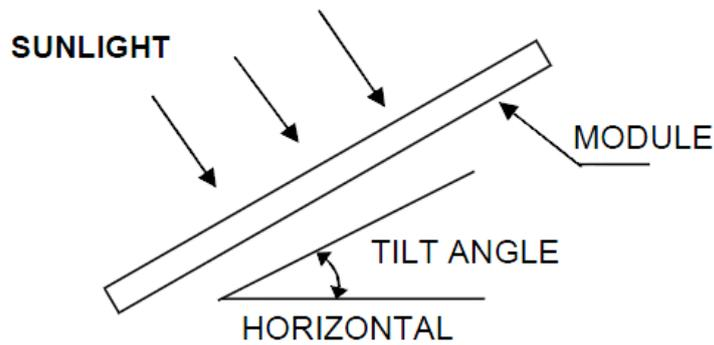

Figura 1 Angolo di inclinazione del modulo fotovoltaico
7.5 I moduli fotovoltaici producono la massima potenza quando sono puntati direttamente verso il sole. Per le installazioni in cui i moduli fotovoltaici sono fissati a una struttura permanente, i moduli fotovoltaici devono essere inclinati per prestazioni invernali ottimali. Di norma, se la produzione di potenza dell'impianto è adeguata in inverno, sarà soddisfacente durante il resto dell'anno. L'angolo di inclinazione del modulo viene misurato tra i moduli solari e il terreno (Figura 1). L'inclinazione ottimale del modulo FV è quasi uguale alla latitudine del luogo di installazione.